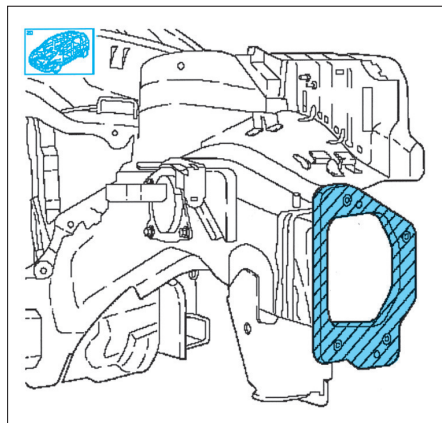

FIG. 4
- Déposer l'embout par perçage (Fig.4).